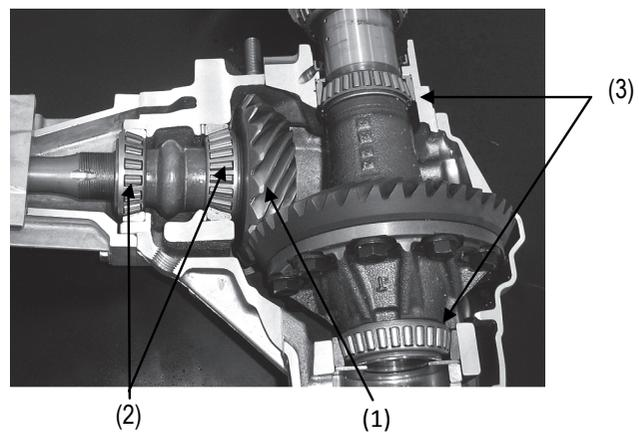

Fig. 1.15 - Diferencial trasero (posterior) / Propulsión trasera
Piñón de accionamiento (1) Fig. 1.15: Los rodamientos del piñón tienen un ángulo de contacto grande para soportar cargas axiales (sufijo D). Los conocidos como delanteros y traseros son de rodillos cónicos (2) Fig. 1.15 obs.: la última generación de piñones en algunos vehícu-
Disco-Caja laterales: Sobre uno de estos discos está apernada la corona; y sobre los discos-cajas se ubican los rodamientos laterales (3) Fig. 1.15. Los rodamientos más comunes para esta aplicación, también son de rodillos cónicos.